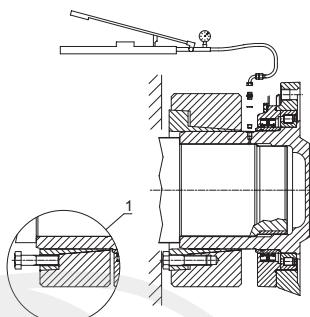
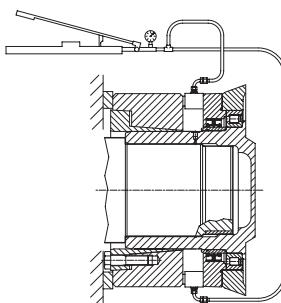

Fig. 5
Fig. 6
- 2) Nel caso gli anelli non si separassero spontaneamente dopo avere allentato le viti, trasferirne alcune nei fori di estrazione dell'anello interno (Fig.5 dettaglio 1) e avitandole, separare quest'ultimo dall'anello esterno.
3) Fare scorrere il giunto assialmente come da fig.5 per permettere l'utilizzo del foro G 1/8" che consente l'immersione di olio in pressione (max. 1000 bar) al fine di facilitare lo smontaggio del riduttore dall'albero della macchina. Se con l'utilizzo del metodo descritto, il riduttore non si libera, in quanto l'accoppiamento dell'albero non assicura la tenuta della pressione, allora si può agire nel modo rappresentato nella fig. 6. Se lo spazio a disposizione lo permette, utilizzando appositi spintori idraulici, occorre fare reazione su n°2 borchie a 180° che si trovano sui copriporta tenute, senza superare i seguenti carichi assiali:
- 2) If the rings do not separate on their own after loosening the screws, transfer some of them to the extraction holes of the inner ring (Fig.5 detail 1) and, tightening them, separate the inner ring from the outer ring.
- 3) Slide the joint axially as shown in fig.5 to allow use of the hole G 1/8" for the introduction of pressurized oil (max. 1000 bar) to facilitate removing the gear unit from the machine shaft. If, on using the method described, the gear unit cannot be freed, because the shaft coupling does not ensure pressure tightness, operate as shown in fig. 6. Available space permitting, using the special hydraulic pushers, operate on two bosses at 180° located on the seal covers, without exceeding the following axial loads:
- 2) Falls sich die Kupplungsringe nach dem Entfernen der Schrauben nicht von selbst lösen sollten, einige Schrauben in die Abzugsbohrungen des Innenrings einsetzen (Abb.5, Ausschnitt 1) und durch Festziehen derselben den Innen- vom Außenring trennen.
- 3) Die Kupplung axial verschieben (siehe Abb.5), um die Bohrung G 1/8" benutzen zu können, die das Einfüllen von Öl unter Druck (max. 1000 bar) gestattet, um den Ausbau des Getriebes von der Maschinenwelle zu erleichtern. Sollte es nicht möglich sein, mit dem beschriebenen Verfahren das Getriebe freizusetzen, da die Passung der Welle nicht dicht genug für den Druck ist, kann auf die in Abb. 6 dargestellte Weise vorgegangen werden. Bei ausreichendem Platz können hydraulische Stössel eingesetzt werden, die 180° zu einander auf 2 Auflagen angeordnet werden, die sich auf dem Deckel der Dichtungshalter befinden; dabei dürfen die folgenden Axiallasten nicht überschritten werden: